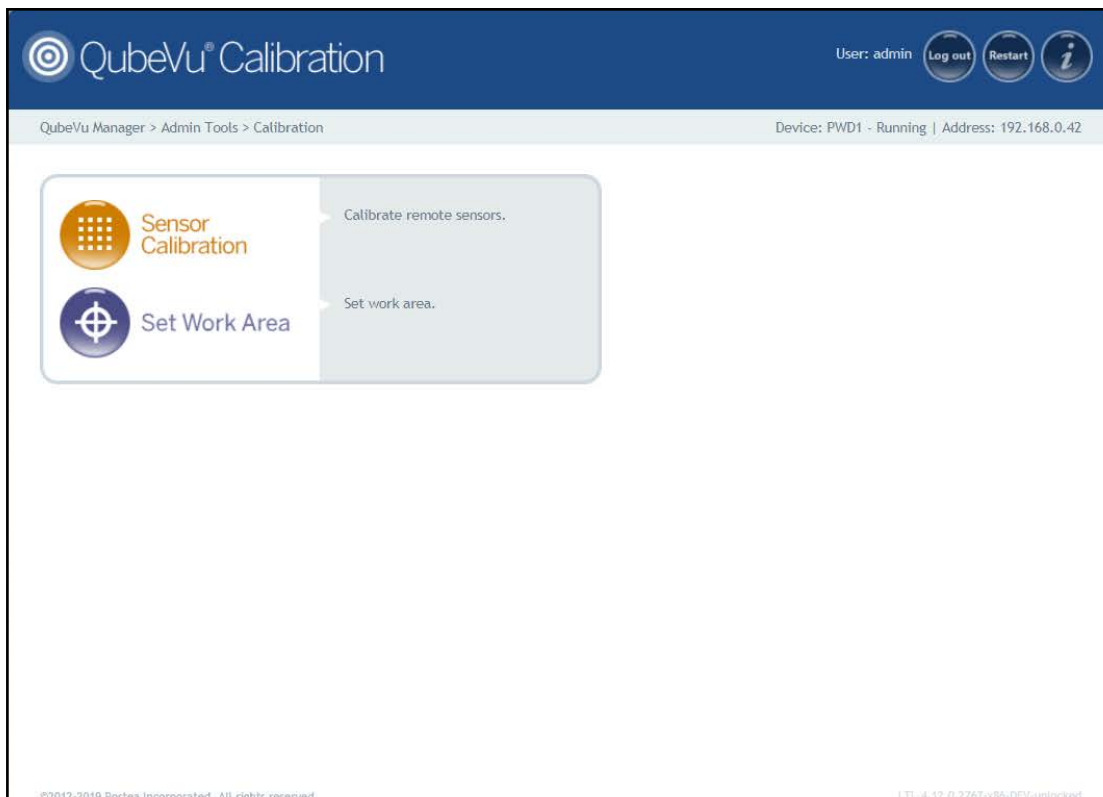

Abbildung 5-1. Menü „Calibration“ (Kalibrierung)
1. Drücken Sie im Menü **Calibration** (Kalibrierung) (Abbildung 5-1 auf Seite 27) auf  **Sensor Calibration**, um das Menü **Remote Sensors Calibration** (Kalibrierung der Remote-Sensoren) aufzurufen.
1. Drücken Sie im Menü **Calibration** (Kalibrierung) (Abbildung 5-1 auf Seite 27) auf  **Set Work Area**, um das Menü **Set Work Area** (Arbeitsbereich einrichten) aufzurufen.